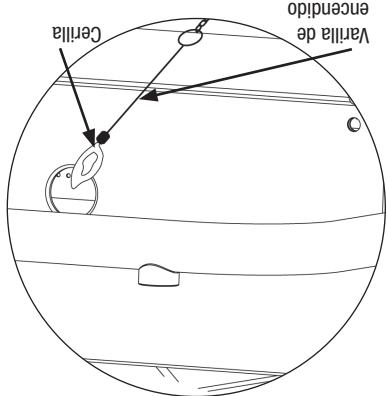

Figura 7
2. Si el encendedor no enciende el quemador, use una cerilla encendida asegurada con la varilla de encendido (incluida con la parrilla con plancha) para encender los quemadores. Inserte la varilla de encendido a través del agujero lateral del carrito y posicione la cerilla cerca del lado del quemador (Figura 7).